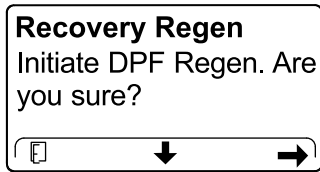

図 64
4. 再生開始 INITIATE DPF REGEN 画面で、右ボタンを長押しして続行する 図 64。